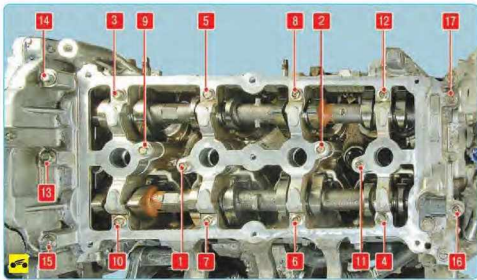

Рис. 5.11. Порядок затяжки болтов крепления крышки распределительных валов
30. Затяните болты крепления крышки распределительных валов в порядке, показанном на рис. 5.11, в три этапа: